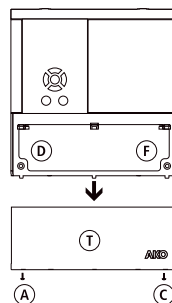
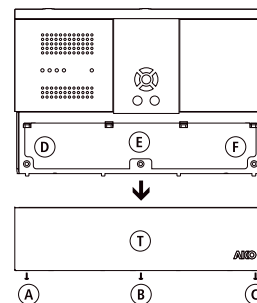

FIG.1a
FIG.1b
- Retirar la tapa T del equipo (Fig. 1a ó Fig. 1b)
- Insertar y apretar los tornillos D,E,F (Fig. 1a ó Fig. 1b).
- Después de conectar los cables según el esquema de conexionado, cerrar la tapa T, insertar y apretar los tornillos A,B,C (Fig. 1a ó Fig. 1b).
- Después de conectar los cables según el esquema de conexionado, cerrar la tapa T, insertar y apretar los tornillos A,B,C (Fig. 1a ó Fig. 1b)